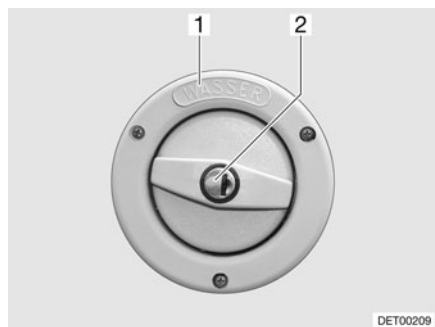
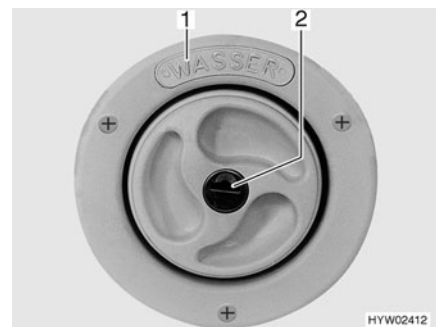

Fig. 209 Couvercle de fermeture du bec de remplissage d'eau fraîche
Fig. 210 Couvercle de fermeture du bec de remplissage d'eau fraîche (alternative)
Le bec de remplissage d'eau fraîche est désigné par l'inscription "WASSER" (eau) (Fig. 209,1 ou Fig. 210,1). Le couvercle de fermeture est ouvert et verrouillé à l'aide de la clé pour les serrures extérieures.
- Insérer la clé dans le barillet (Fig. 209,2 ou Fig. 210,2) et la tourner d'un quart de tour dans le sens inverse des aiguilles d'une montre.
- Ouvrir le bec de remplissage d'eau fraîche (Fig. 209).